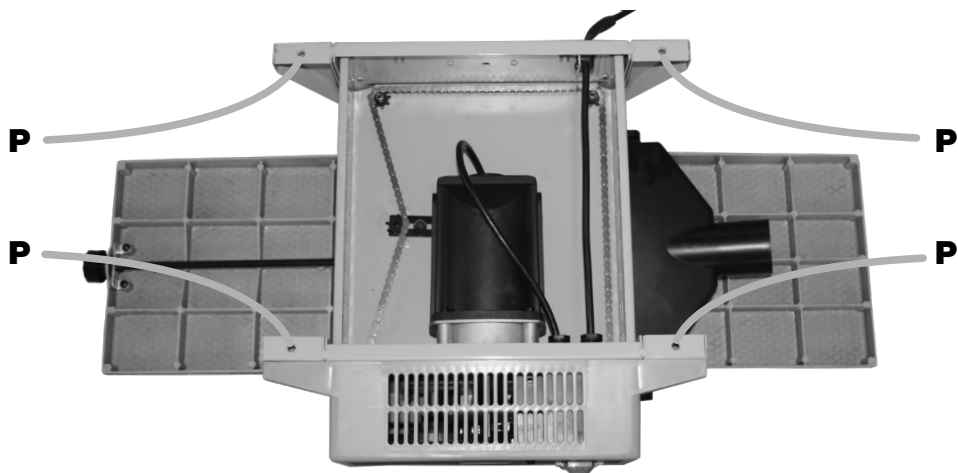

FIGURA 14 – Furos P
1. COLOCAR a Desengrossadeira e Desempenadeira (01) de cabeça para baixo;
2. FIXAR os Pés de Borracha (35) nos Furos **P** com a Chave Allen 6 mm (39) (figura 14 e 15).